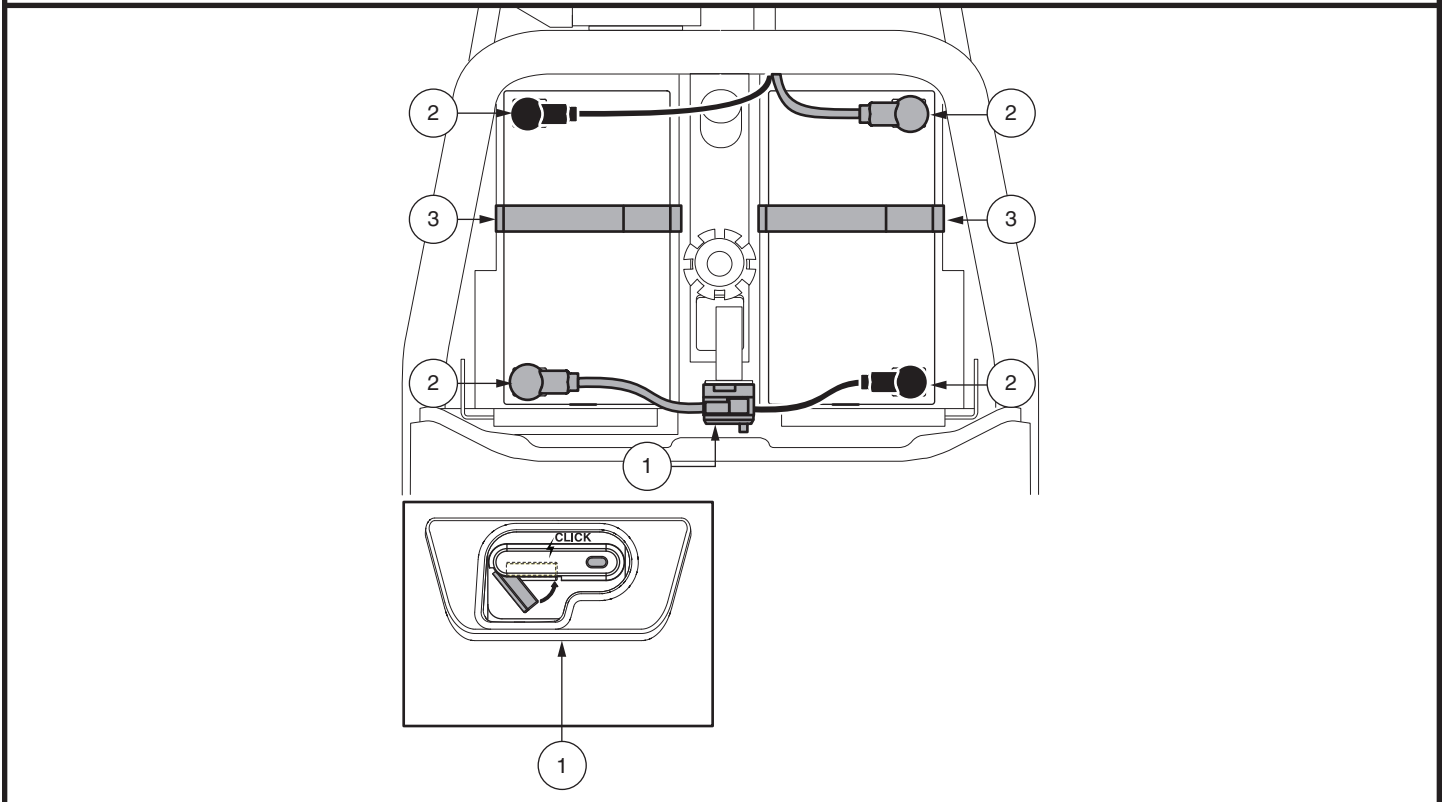

Figuur 12. Verwijdering/installatie van de kap
2. Verwijder de achterkap door de twee (2) duimschroeven los te maken. Daarna de kap recht op te tillen en van de voertuig te verwijderen. **Zie figuur 12.**
3. Verwijder de accukap door de vier (4) duimschroeven los te maken. Daarna de kap recht op te tillen en van de voertuig te verwijderen. **Zie figuur 12.**